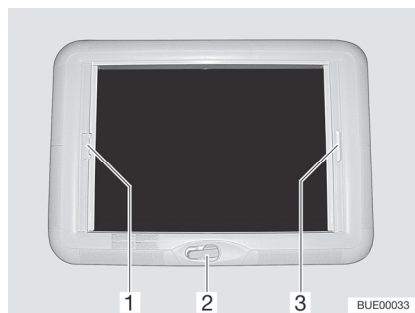

Fig. 21 Oblò a manovella
- Ruotare la manovella (Fig. 21,2) fino a quando non si incontra resistenza.
- Tirare la tendina oscurante pieghevole per la maniglia (Fig. 21,3) nella direzione della freccia fino alla posizione desiderata e rilasciare. La tendina oscurante pieghevole rimane in questa posizione.
- Tirare la zanzariera a rullo per la maniglia (Fig. 21,1) nella direzione della freccia verso la maniglia contrapposta della tendina oscurante pieghevole (Fig. 21,3) e farla innestare.
- Tirare la maniglia della zanzariera a rullo (Fig. 21,1) dietro, verso l'alto, e sganciare la zanzariera a rullo dalla tendina oscurante pieghevole (Fig. 21,3).